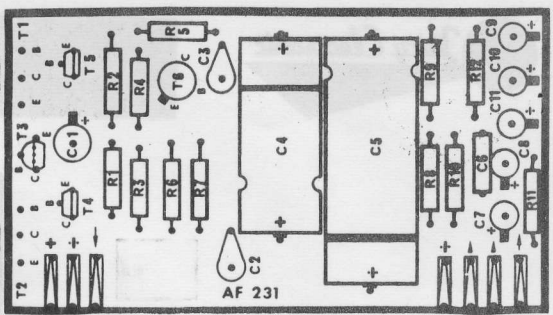

FIG. 1.
- 1) Først monteres de 7 kantconnectorer efter connectorvejledningen, se også fig. 1.
- 2) Dernæst monteres R 1 til R 12. Modstandene bør loddes så tæt printet som muligt, derefter afklippes. Se fig. 1 samt lodvejledningen på bagsiden af garantierklæringen.
- 3) Nu monteres kondensatorerne C 2, C 3 og C 6 samt C 1, C 4, C 5, C 7, C 8, C 9, C 10 og C 11. De sidstnævnte skal vendes rigtigt, specielt bør man være opmærksom på C 4 og C 5, hvor minus ikke er mærket med en lille studs som på de andre elektrolytkondensatorer, men med en sort ring. Se fig. 1. Kondensatorerne loddes og afklippes.
- 5) Udgangstransistorerne T 1 og T 2 påskrues kølepladen (2), vend metallsiden af transistorerne mod kølepladen og husk glimmerpladerne (3) imellem transistorer og kølepladen. Før møtrikken til T 2 påskrues (6), stikkes kølepladen (5) ind, og T 3 presses op i den med benene nedad, således at de passer i printpladen. Hele denne enhed monteres helt tæt til printpladen efter fig. 1, loddes og afklippes.
- 6) Udgangsførstærkeren er nu klar til indstikning i hovedprintet og klar til påskruing på hovedkølepladen med 2 galoskruer. Har man monteret 2 udgangsførstærkere, må man påse, at kølepladen (5) på A forstærkeren ikke sidder skævt, så den berører printet på B forstærkeren. Forstærkeren må kun "køre", når hovedkølepladen er påskruet.